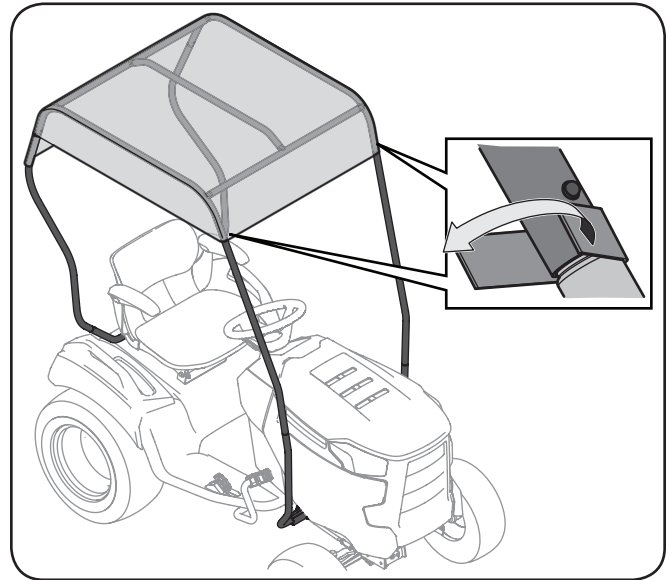

Figura 3-7
- Hay ocho correas de velcro en el interior del parasol; cuatro en la parte de adelante y cuatro en la parte de atrás. Sujete la parte delantera y trasera del parasol con dichas correas como se indica en la Figura 3-7.